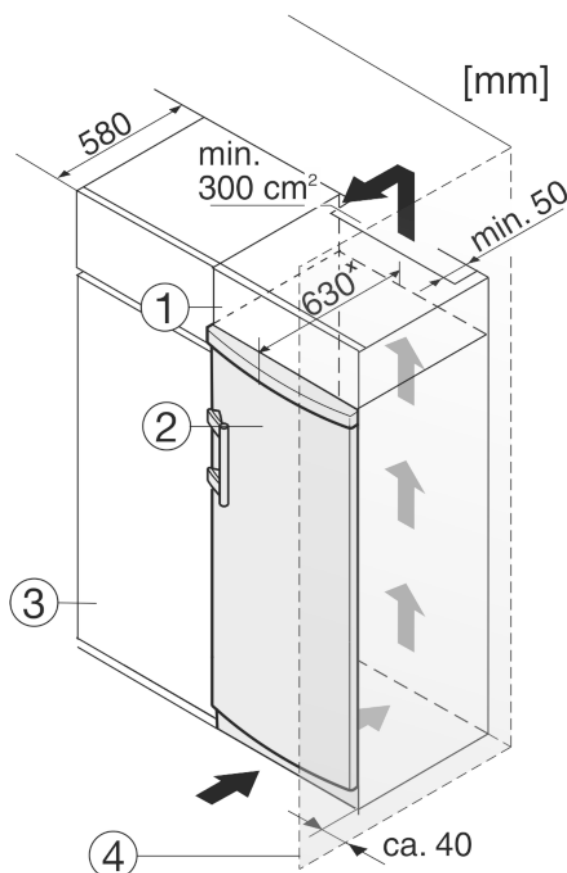

Fig. 9
Устройство может быть окружено предметами кухонной обстановки. Чтобы уравнять устройство Fig. 9 (2) по высоте с кухонной стенкой, можно установить над устройством соответствующий дополнительный шкафчик Fig. 9 (1).
При комбинировании с кухонными шкафами (глубина макс. 580 мм) устройство можно установить непосредственно рядом с кухонным шкафом Fig. 9 (3). Устройство выступает сбоку на 34 мм[×] и по центру на 50 мм[×] относительно передней стенки кухонного шкафа.
Если устройство установлено на шарнирах у стены *Fig. 9 (4)*, то расстояние между устройством и стеной должно быть не менее 40 мм. Настолько выступает ручка при открытой дверце.